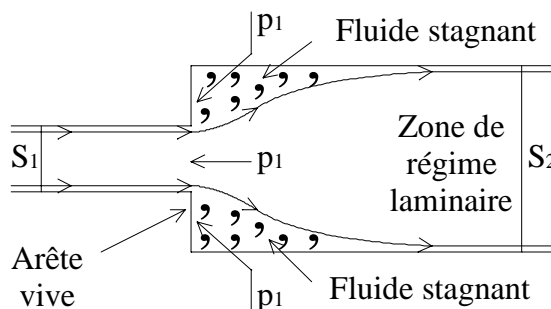

Figure I.2
2. On considère l'écoulement permanent d'un fluide incompressible réel dans une canalisation présentant un brusque évasement (cf. figure I.2).